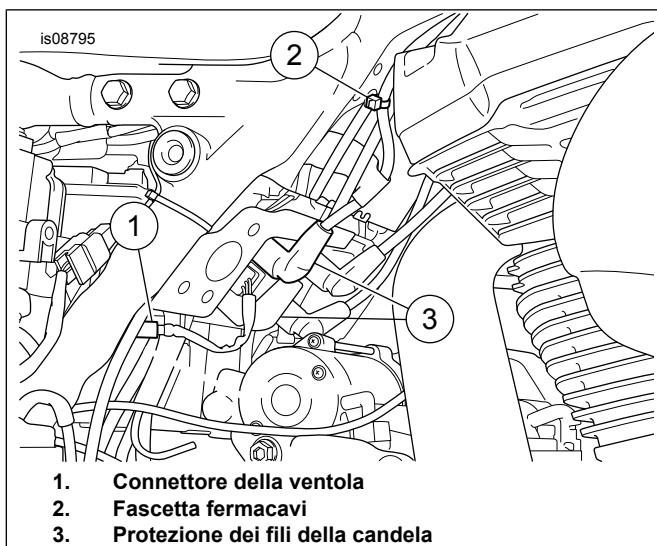

Figura 1. Connettore della ventola
7. Vedere Figura 1 Individuare il connettore della ventola (1) e scollegarlo.
Vedere Figura 1 Riposizionare le protezioni dei fili delle candele di destra.